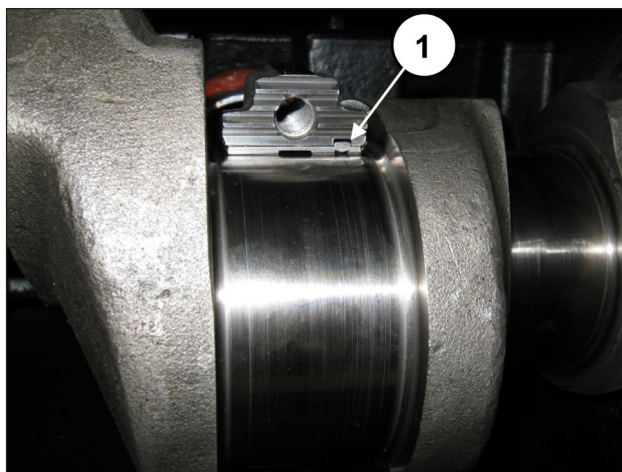

Fig. 66
**Para uma montagem correta dos semi-rolamentos, certifique-se de que a lingueta de referência dos semi-rolamentos esteja posicionada na caixa adequada sobre a semi-haste (pos. ①, Fig. 66).**